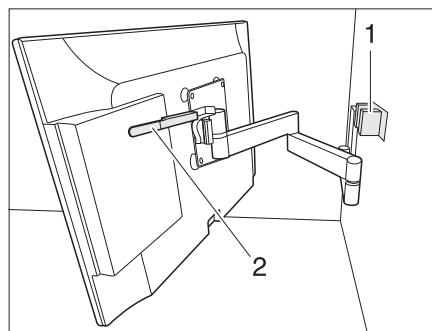

Fig. 105 Support à bras articulé
- Pousser le levier (Fig. 105,2) vers le bas pour détacher l'écran plat du dispositif de blocage (Fig. 105,1). Relâcher le levier.